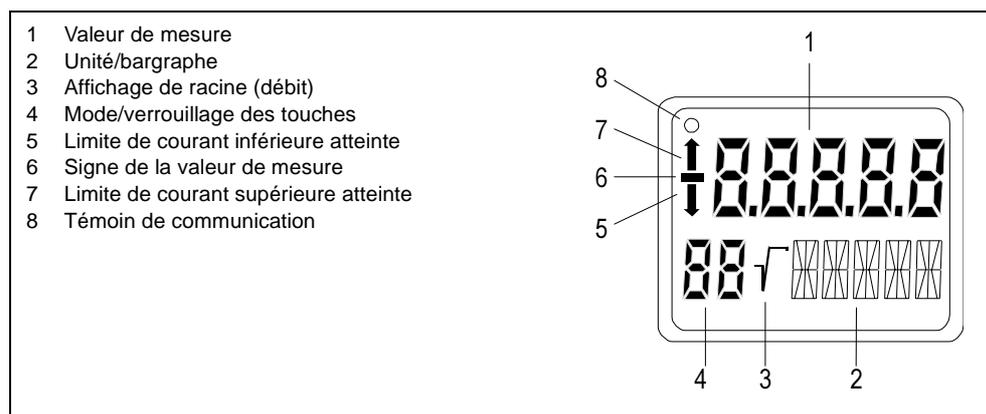

Figure 12 Composition de l'afficheur numérique
Un afficheur standard enfiché sert à l'affichage local de la valeur de mesure (1, Figure 12) avec l'unité (2), le signe (6), l'état (5, 7) et le mode (4). Le signe racine (3) est utilisé pour la variante „Pression différentielle et débit” de l'appareil. Une communication active, par ex. avec un HART-Communicator, est signalée par le clignotement du témoin de communication (8).